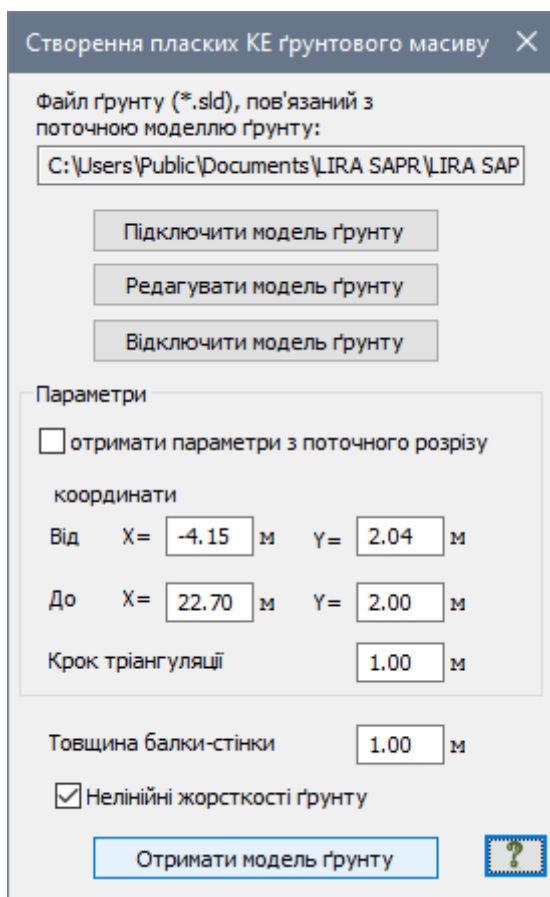

Рис. 17.6. Діалогове вікно Створення плоских КЕ ґрунтового масиву
- Після цього, для автоматичного формування жорсткісних характеристик ґрунтових КЕ як нелінійних, у діалоговому вікні **Створення плоских КЕ ґрунтового масиву** (рис. 17.6) встановіть прапорець **Нелінійні жорсткості ґрунту** (за умовчанням товщина плоских КЕ ґрунту прийнята рівною **1 м**).